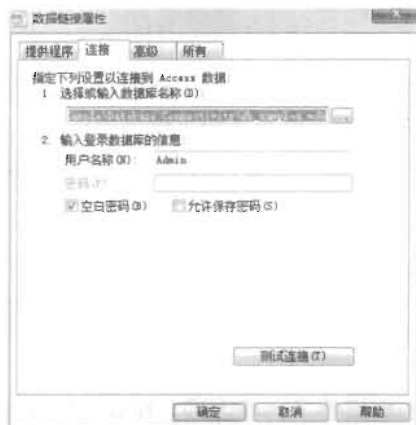

图 18-7
(4) 在如图 18-7 所示的“数据链接特性”对话框的“连接”选项卡中单击 按钮。
(5) 在“选择 Access 数据库”对话框中, 找到并选择 Sample 文件夹中的“db_samples.mdb”文件, 然后单击“打开”按钮。
(6) 单击“测试连接”按钮可以验证是否可以正确连接。如果连接失败, 请检查是否选择了正确的文件。
(7) 最后单击“确定”按钮关闭各个对话框。